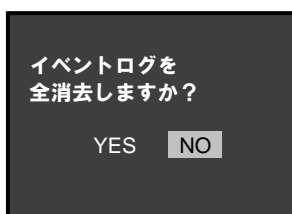

図3-27 ログ消去画面
2. Main Menu → 4 ログ → 2 ログ消去の画面が開きます(図3-27)。